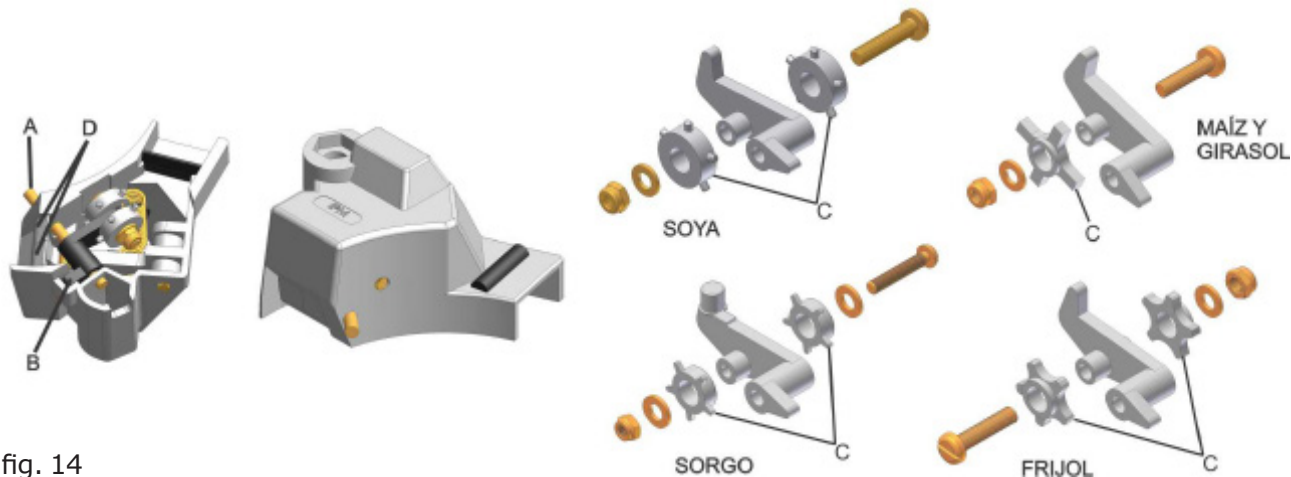

fig. 14
- 2- Retire el tornillo de fijación del articulador del rodillo (A) (fig. 14);
- 3- Retire el articulador y cambie el modelo de rodillo, si es necesario (B);
- 4- Observe el modelo del rodillo (C) que será usado. Deberá ser compatible con el agujero del disco a ser usado, con hilera simple o doble.
Observe después del montaje de la caja de semillas, si los gatillos raspadores (D) (Fig. 14) están libres.